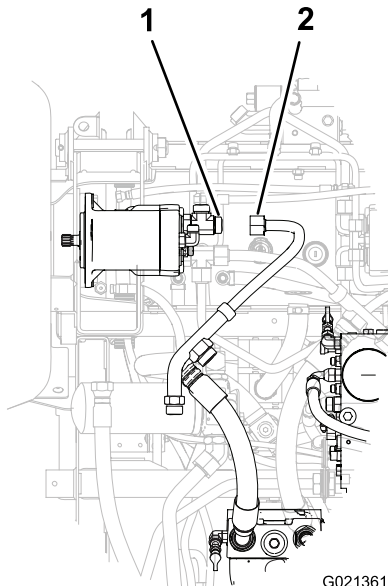

Bild 6
1. Nehmen Sie die Schlauchmutter am Verteilerschlauch vom T-Anschlussstück im rechten Frontantriebsmotor ab und entfernen Sie den Schlauch von der Maschine (Bild 6).